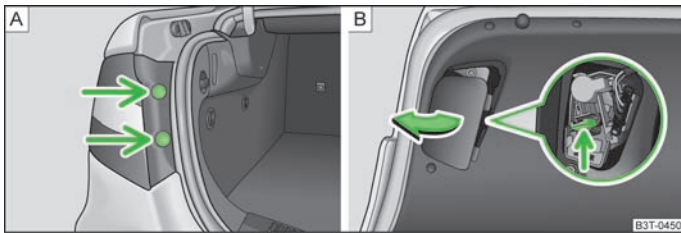

Abb. 192 Äußeren Teil der Rückleuchte ausbauen / Inneren Teil der Rückleuchte ausbauen
- Die Stopfen » Abb. 192 - **A** herausnehmen und die Rückleuchte mit einem Torx-Schlüssel abschrauben » Seite 211, *Bordwerkzeug*.
- Die Rückleuchte festschrauben und die Stopfen » Abb. 192 - **A** eindrücken.
- › Die Abdeckung der Rückleuchte an der Innenseite der Gepäckraumklappe abnehmen » Abb. 192 - [B].
- › Die Rastnase drücken » Abb. 192 - [B] und den Lampenhalter aus dem Gehäuse der Rückleuchte herausnehmen.